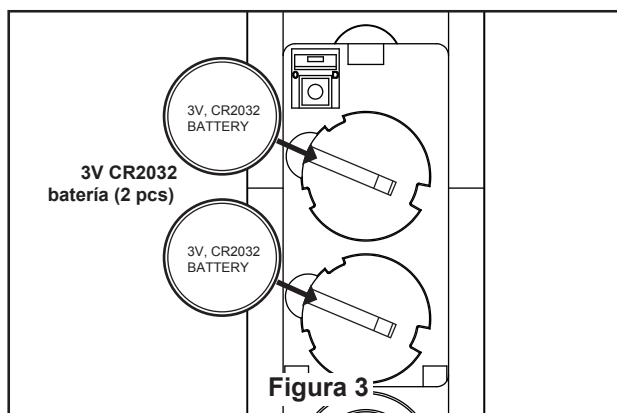

Figura 3
3. Para que el ventilador sea funcional, instale las pilas (incluidas) de 3V CR2032 en el transmisor del mando a distancia. Mientras el ventilador esté apagado. A continuación, siga el proceso de fijación remota de código. Si no se utiliza el ventilador durante un largo periodo de tiempo, extraiga la batería para evitar cualquier daño al transmisor. Almacene el mando a distancia en un lugar alejado del calor o la humedad excesiva. (Figura 3)